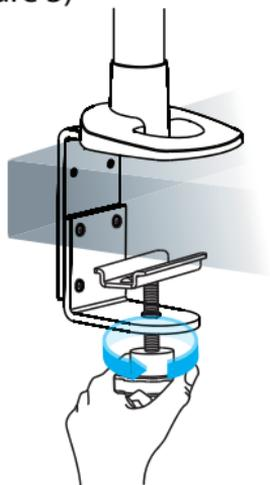

Figure 3
5. Utilisez la **Poignée** pour **Serrer** et fixer la **Pince de Bureau** sur le **Bureau**. (Figure 3)